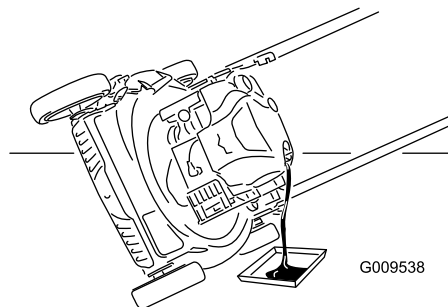

Figure 20
7. Basculez la machine sur le côté, tube de remplissage en bas, pour vidanger l'huile usagée dans le bac de vidange par le tube de remplissage (Figure 20).